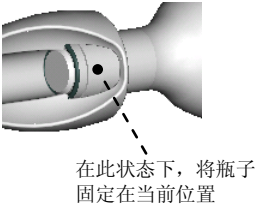

图 7.9.5 元件固定
Step3. 选择  固定 选项，将其固定，如图 7.9.5 所示。